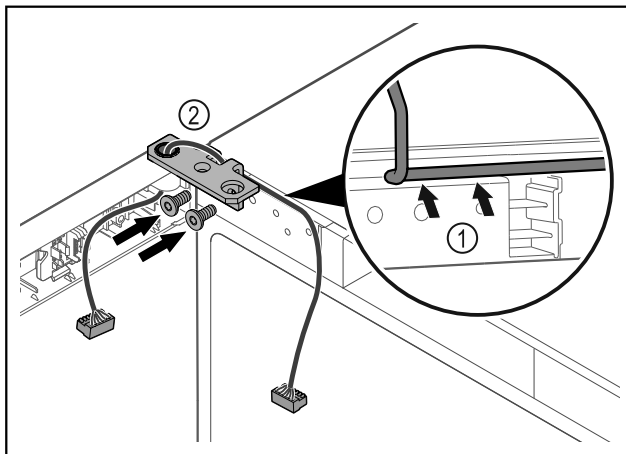

Fig. 45
- ▶ Kabel speljite skozi izrez tečaja kotnika in ga previdno zložite Fig. 45 (1).
- ▶ Privijte kotnik tečajev vrat Fig. 45 (2).